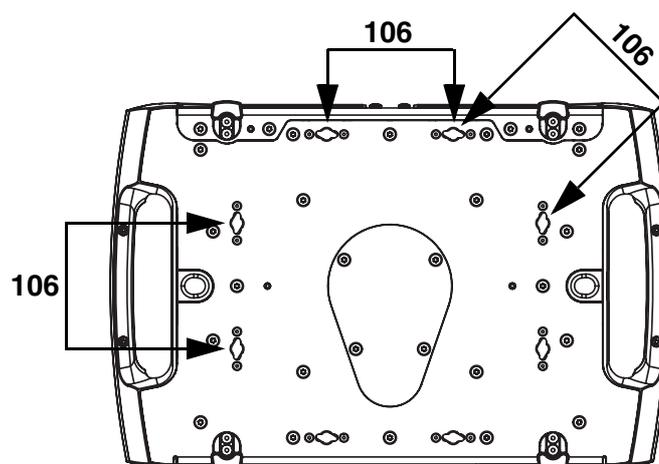
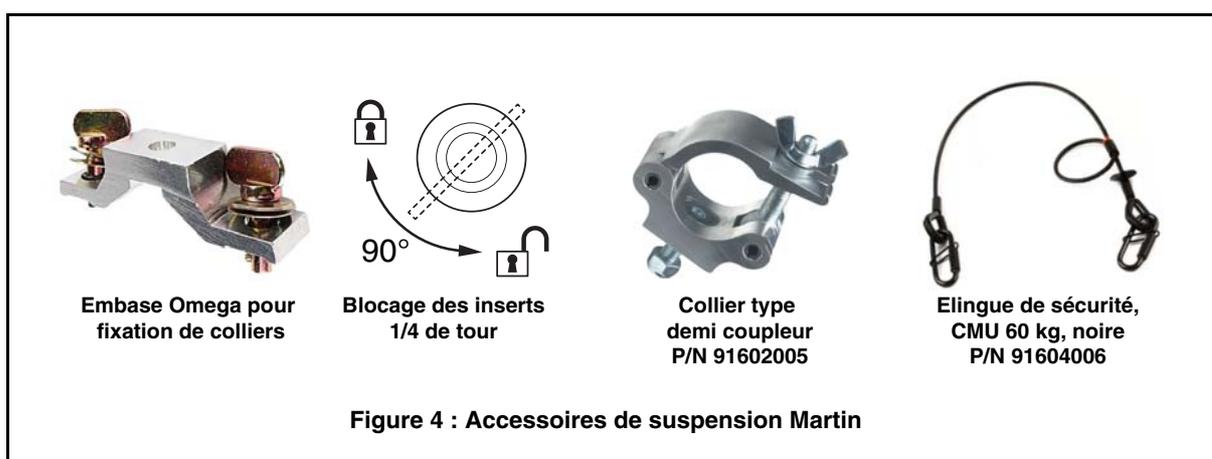

Figure 3 : Points de montage des embases Omega
Figure 4 : Accessoires de suspension Martin
Le MAC Ultra Wash peut être fixé à une surface telle qu'une scène ou fixé à un pont dans n'importe quelle orientation à l'aide de deux embases Omega (voir Figure 4) et de deux colliers. Les colliers doivent être de type demi-coupleur ou d'un type équivalent qui encercle entièrement le tube porteur à moins que l'appareil ne soit installé en douche vers le bas, auquel cas d'autres types de colliers homologués pour le poids de l'appareil peuvent être utilisés.
Les quatre paires d'inserts à 1/4 de tour espacés d'un entr'axe 106 mm (4.17 po.) acceptent des embases Omega pour la fixation rapide d'accessoires de suspension (voir Figure 4). Les embases Omega peuvent être installés parallèlement aux côtés de la base ou en diagonale (voir Figure 3).
3. Voir Figure 3 en page 11. Aligned le premier collier et son embase avec 2 points d'accroche de la base, puis engagez les deux inserts à quart de tour dans les emplacements correspondants de la base. Voir Figure 4. Tournez les leviers des inserts à quart de tour de 90° dans le sens horaire pour verrouiller.